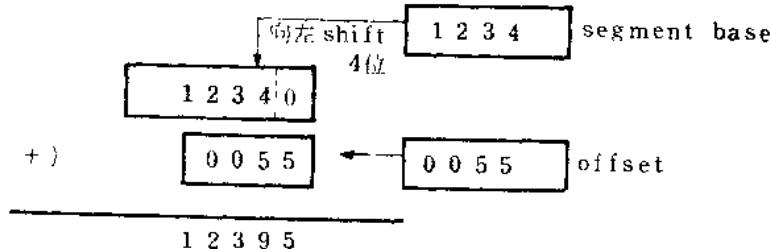

图 1-6 实际地址计算
所有存储器地址都由两个部分组成: segment base 和 offset。segment base 由 8088 内部 4 个 16 位的 segment registers : code (CS), data (DS), extra (ES) 和 stack (SS) 提供, 因此任何一条存取存储器的指令都要指定 segment register 并提供 16 位的 offset, 8088 是将 segment base 左移(shift)4 位后, 和 offset 相加而得到的一个 20 位数就是实际地址, 例如: 如果 segment base 是 1234 H, offset 是 55H, 则实际地址为 12395H, 如图 1-6 所示。由于存储器由 segment 组成, 因此程序浮动(relocate)比较方便。只要改变 code segment register 的内容, 就可使一个程序在不同时间装在不同段内仍可正常执行, 而不需要做软件上的修改。此外, 这种方法也使程序结构性更强。